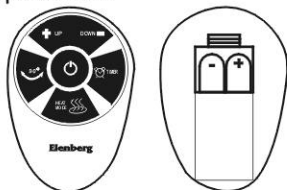

Рис. 3
Управление работой Тепловентилятора может осуществляться посредством легконажимаемых кнопок ручного управления, расположенных на Тепловентиляторе (как показано на Рис.1) или с помощью Вашего пульта дистанционным управлением (показанный на Рис.3).
1. Установите две батарейки типоразмера «AAA» (не входят в комплект поставки), как показано на Рис. 3.